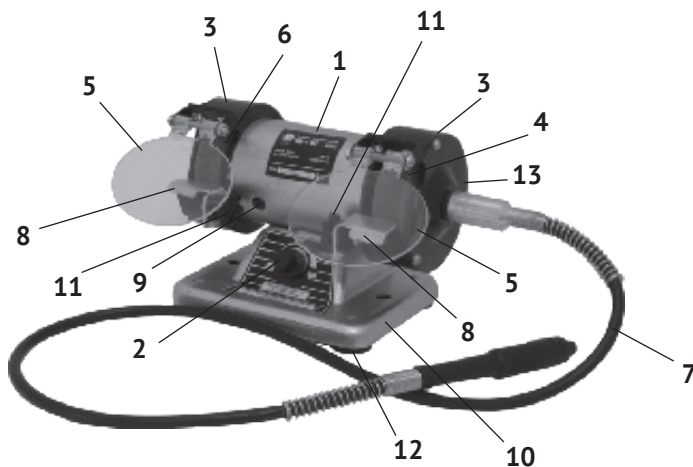

рис.1
1.6 Общий вид точила представлен на рис.1
1.7 Точило состоит из коллекторного двигателя в металлическом корпусе (рис.1 поз.1) закреплённом на основании (рис.1 поз.10). С обеих сторон корпуса двигателя (рис.1 поз.1) шпильками, стянуты в один узел с корпусом, защитные кожухи (рис.1 поз.3), закрывающие абразивные круги. На якорь двигателя (с двух сторон), между опорным и зажимным фланцами крепится шлифовальный (точильный, полировальный) круги (рис.1 поз.4 и 6). Это основной рабочий инструмент точила. Для безопасной работы на защитных кожухах крепятся: про-
зрачные (защитные) экраны (рис.1 поз.5) и рабочие упоры (рис.1 поз.9), обеспечивающие опору обрабатываемому предмету.
1.8 Выключатель – регулятор оборотов (рис.1 поз.2) расположен на основании точила (рис.1 поз.10). Он выполняет две функции: включение/отключение двигателя и регулировка оборотов якоря.
2.1.1 Установите точило резиновыми ножками (рис.1 поз.12) на верстак (рабочий стол).
2.1.2 Закрепите на кожухах, используя крепёж из комплекта поставки, рабочие упоры (рис.1 поз.8) и защитные прозрачные экраны (рис.1 поз.5).
- поворотом рукоятки выключателя (рис.1 поз.2) по часовой стрелке, с характерным щелчком включается двигатель;
Для компенсации износа шлифовальных кругов необходимо периодически производить регулировку рабочих упоров (рис.1 поз.8):
- ослабить винт крепления упора (рис.1 поз.11);
- открутить крышки щёткодержателей (рис.1 поз.9);